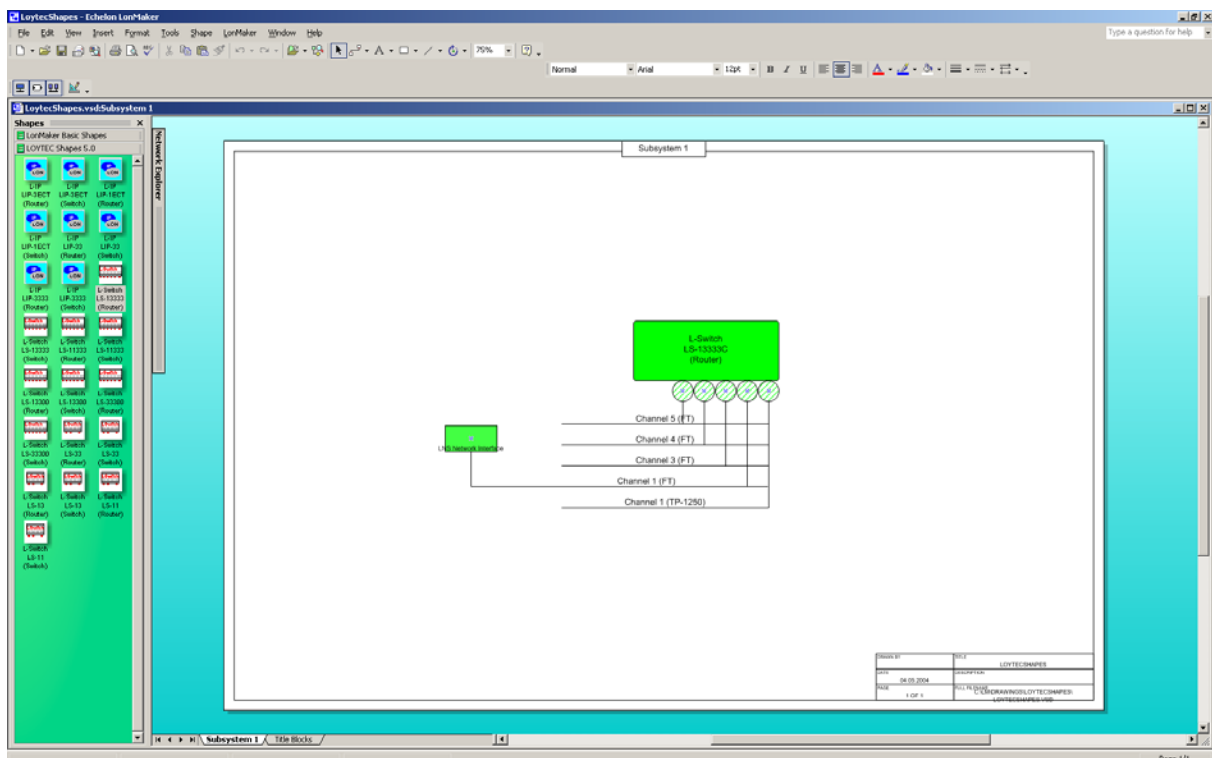

Abbildung 3: Der L-Switch erscheint in dem LonMaker-Drawing
4. Der L-Switch erscheint in Ihrem LonMaker-Drawing wie in Abbildung 3 dargestellt.